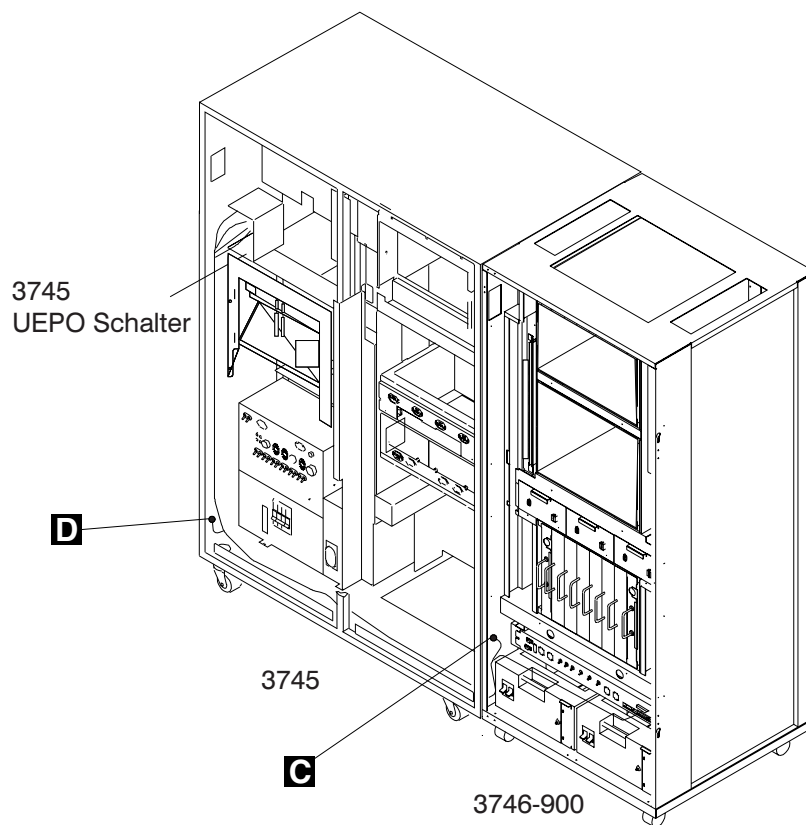

Figure 0-11. UEPO-Kabelführung bei der 3746-900
- Der 3746-900 wird über das UEPO-Kabel an der 3745 geerdet (siehe Figure 0-11 on page xxxvii).